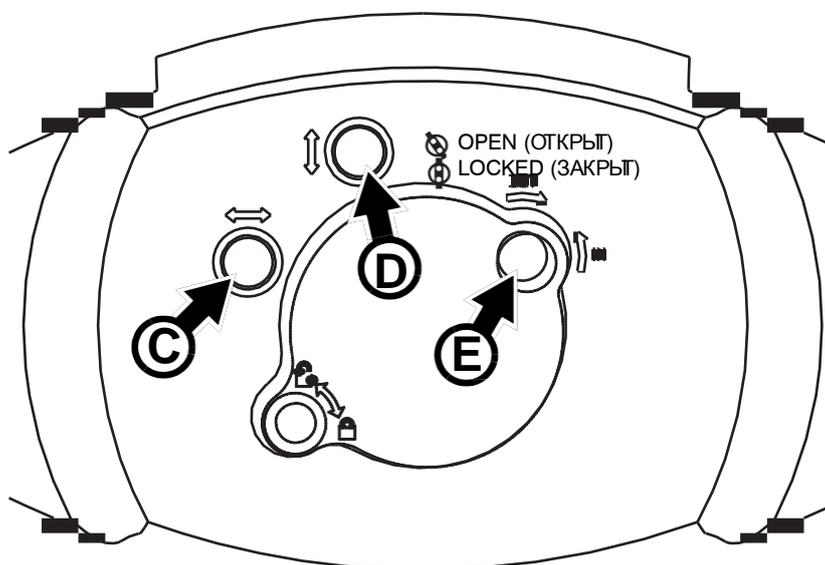

Рисунок 11. Регулировка лампы
4. См. рисунок 11. Поворачивайте три регулировочных винта лампы Tox 20 C, D и E для получения наиболее равномерного луча.